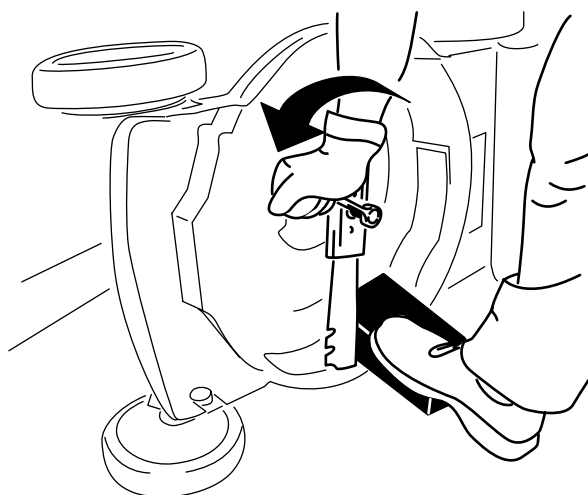

Figura 30
3. Utilize um bloco de madeira para manter a lâmina segura (Figura 30).
4. Retire a lâmina guardando todo o equipamento de montagem (Figura 30).